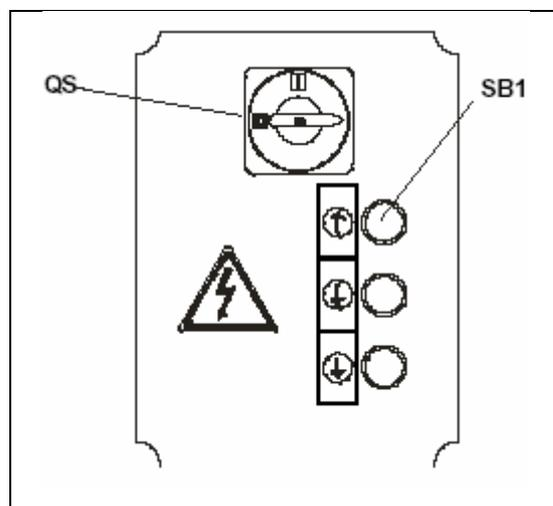

Рис. 46
5. Закройте крышку электрической панели, поверните главный переключатель (QS, Рис.46) в положение «1», нажмите кнопку включения режима «Подъем» (поз. SB1, Рис. 46) и, если каретки опускаются, поменяйте местами фазы электропитания.